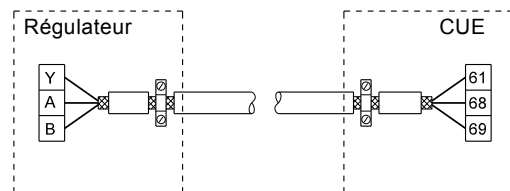
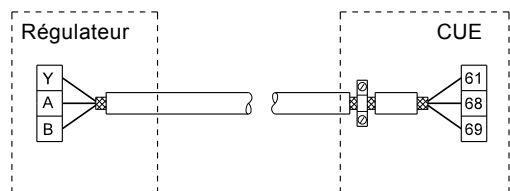

Fig. 40 Exemple de branchement d'un câble de synchronisation à 3 conducteurs, avec blindage branché aux deux extrémités
Fig. 41 Exemple de branchement d'un câble de synchronisation à 3 conducteurs, avec blindage branché au CUE (régulateur sans serre-câbles)
- Raccorder le blindage au châssis aux deux extrémités câbles de signaux et câbles du moteur. Voir fig. 40. Si le régulateur n'a pas de serre-câbles, raccorder seulement le blindage au CUE. Voir fig. 41.